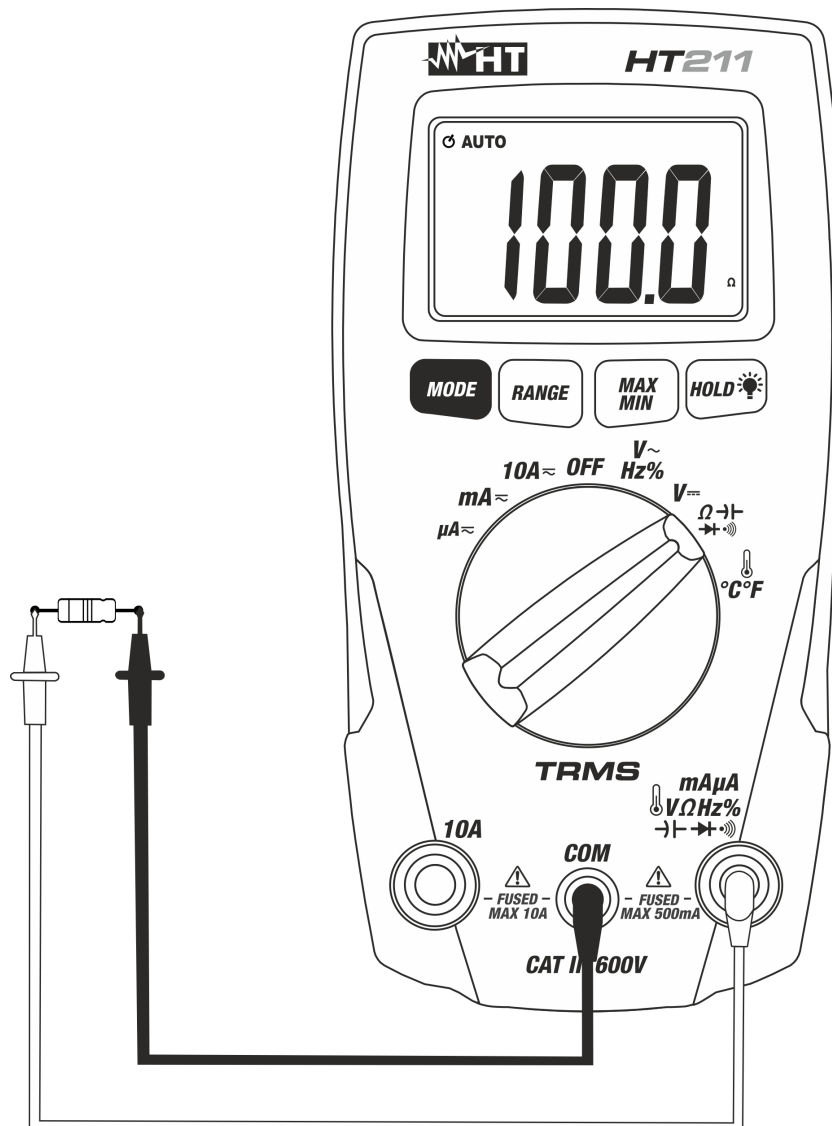

Fig. 5 : Utilisation de l'instrument pour mesure de Résistance
3. Positionner les embouts sur les points désirés du circuit sous test (voir la Fig. 5). La valeur de résistance apparaît à l'écran